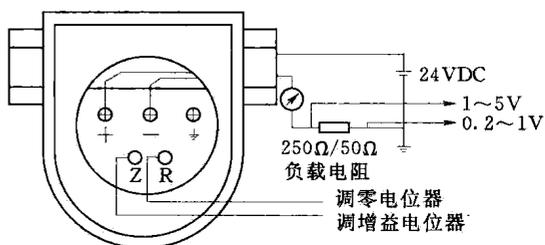

图 1.2
(1) 工作原理。当被测介质（液体）的压力作用于传感器时，压力传感器将压力信号转换成电信号，经归一化差分放大和输出放大器放大，最后经 V/A 电压电流转换器转换成与被测介质（液体）的液位压力成线性对应关系的 4~20mA 标准电流输出信号。
(2) 接线说明。接线如图 1.2 所示。